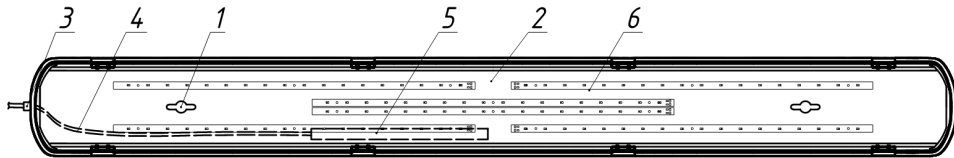

Рисунок 2 – Конструкция светильника Geniled ЛСП.
3.2. Светильник Geniled ЛСП состоит из основных частей (см. рисунок 2):
- 5.4. Снимите стальную пластину. Для этого переведите поворотные держатели 1 в необходимое положение (Рисунок 2, п.1).
- 5.6. Проведите кабель питания через герметичный уплотнитель (Рисунок 2, п.3) внутрь корпуса и подключите к клеммной колодке светильника.